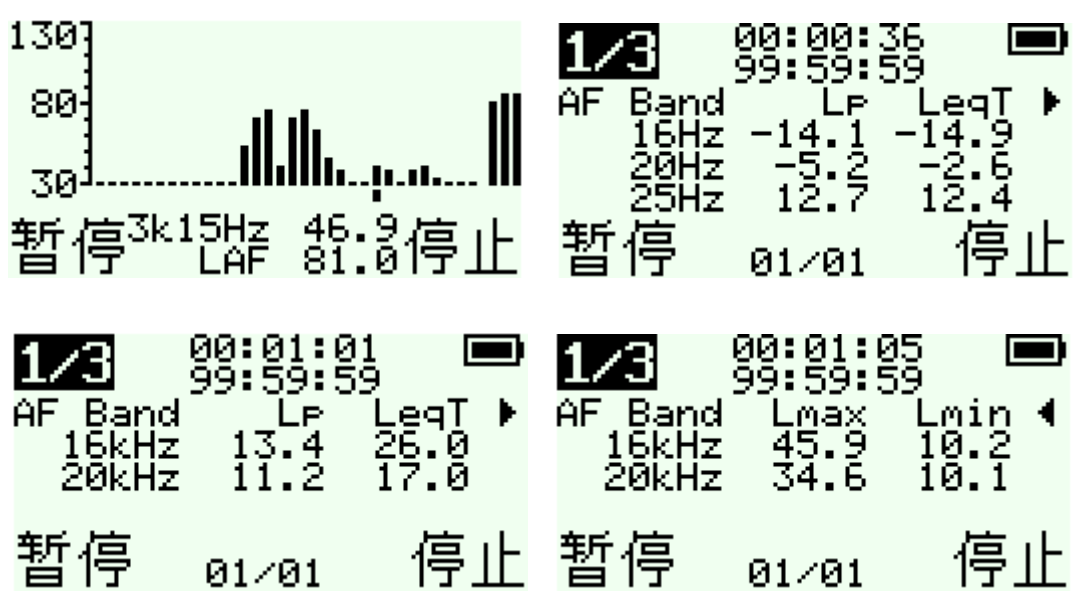

图 10 1/3 倍频程测量界面
- d) 按“启动”键开始测量，见图10。在测量时，按“左箭头”键或“右箭头”键查看 L_p 、 L_{eqT} 、 L_{max} 和 L_{min} 测量参数，按“上箭头”键或“下箭头”键查看各个频带的测量参数。